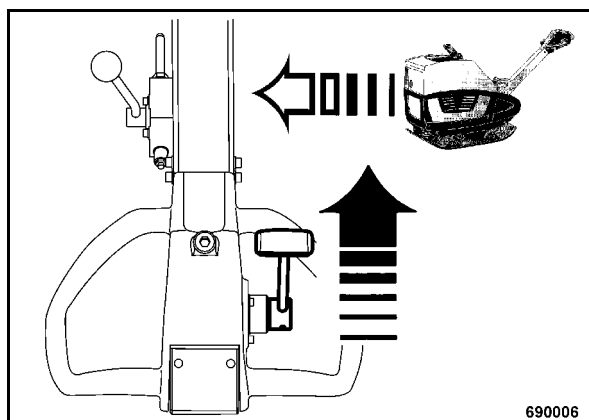

рис. 23
- Нажимать рычаг движения (рис. 23) вперед, пока виброплита не достигнет требуемой скорости переднего хода.